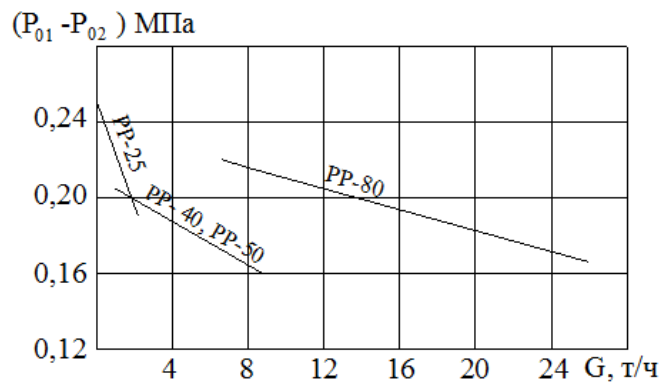

Рисунок 4. График зависимости регулируемого перепада давления ( $P_{01}-P_{02}$ ) от расхода воды регулятора прямого действия (при полном натяжении пружины)
**Примечание.** Для выбора способа присоединения импульсных трубок можно пользоваться графиком зависимости регулируемого перепада давления расхода воды (рисунок 4). Если разность давлений перед элеватором меньше указанной на графике, сильфонную камеру следует присоединить к обратному трубопроводу.